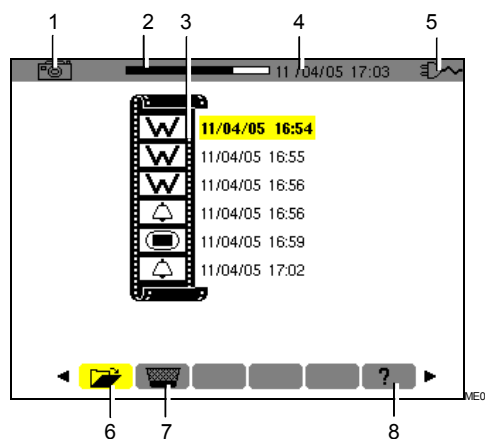

Figura 42: ejemplo de visualización de una lista de fotografías de pantalla.
La pantalla presenta la lista de las fotografías de pantalla almacenadas (Figura 42).
1. Una vez en pantalla la lista de las fotografías de pantallas (Figura 42), verificar que el submenú  (en la parte inferior de pantalla) está seleccionado.
4. Volver a la lista de las fotografías de pantallas (Figura 42) mediante ←.
1. Una vez en pantalla la lista de las fotografías de pantallas (Figura 42), seleccionar el submenú  (parte inferior de la pantalla) con ◀ ▶.